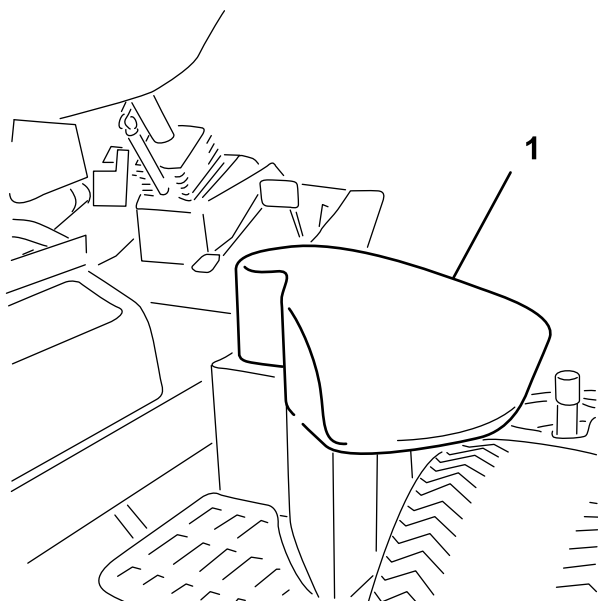

Figura 36
2. No lado direito da máquina, levante a tampa do depósito hidráulico (Figura 36).